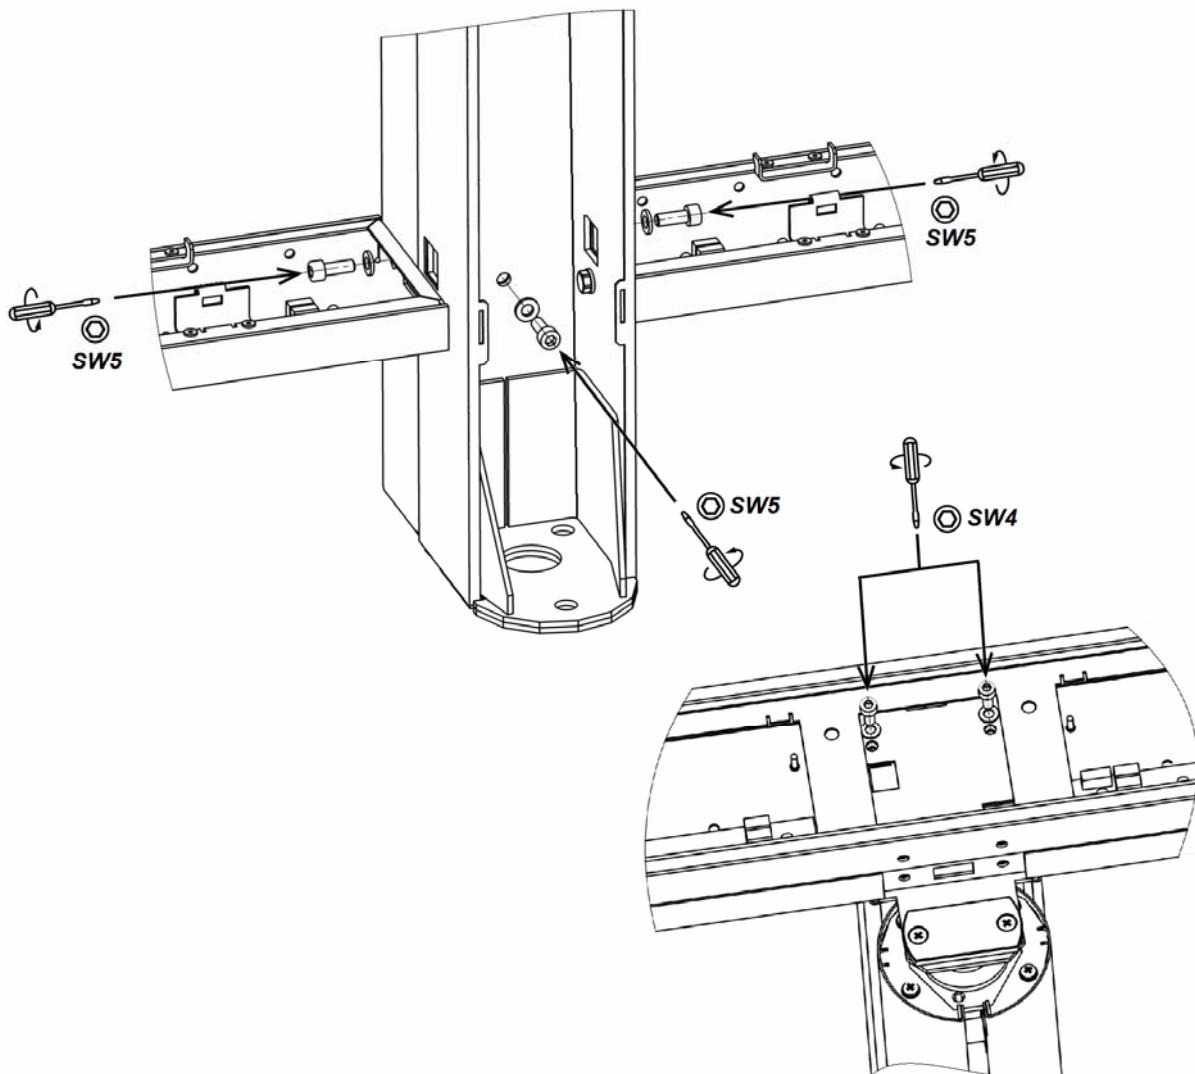

Рисунок 26. Демонтаж задней панели центральной стойки
1. Снимите крышку секции (10) (см. разд. 8.9.6) и две защитные пластины.
2. Снимите блок индикации на центральной стойке (3) (см. разд. 8.9.5).
3. Снимите кожух створки (4) (см. разд. 8.9.4).
4. Снимите кожух центральной стойки (5) (см. разд. 8.9.1).
5. Снимите обе крышки нижнего короба (14) (см. разд. 8.9.7).
6. Для секции **PERCo-ST-01**: Снимите заднюю панель центральной стойки (6). Для этого открутите 2 винта M6×16 (под шестигранный ключ SW5) в нижних коробах, один винт M6×16 (под шестигранный ключ SW5) в нижней части центральной стойки и два винта M5×12 (под шестигранный ключ SW4) в верхнем коробе (см. рис. 26).